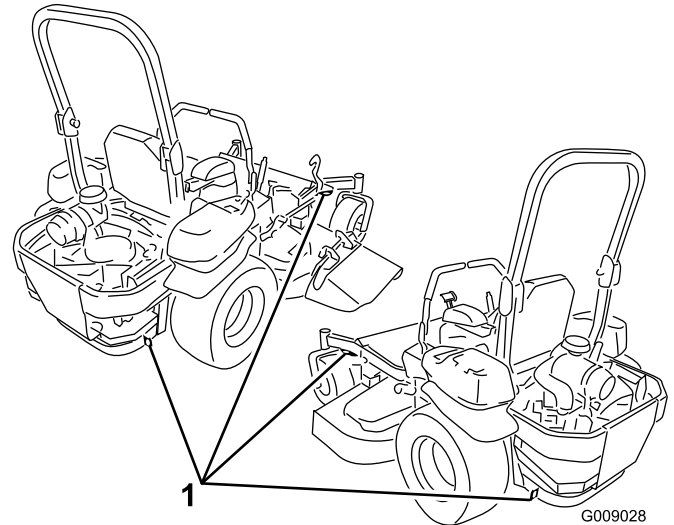

Bild 31
5. Befestigen Sie die Maschine mit den Metalbefestigungsschleifen und Riemen, Ketten, Kabel oder Seilen am Anhänger oder LKW (Bild 31).